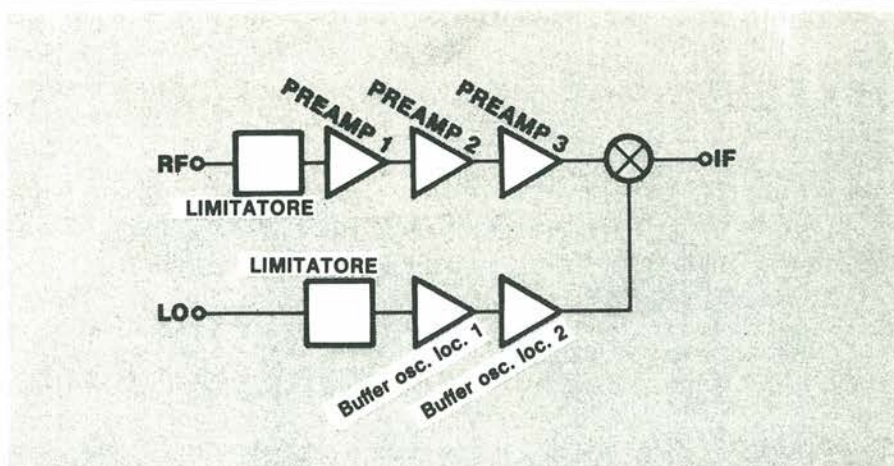

Figura 2. Schema funzionale a blocchi, che indica la disposizione fondamentale del progetto di un circuito integrato al GaAs.
Il circuito integrato del ricevitore (figura 1) ha le dimensioni di 1 x 1,65 mm e contiene i limitatori, tre stadi preamplificatori in radiofrequenza, un miscelatore a doppio bilanciamento e due stadi buffer per l'oscillatore locale (figura 2). L'integrato contiene anche i circuiti necessari per il limitatore, il controllo automatico di guadagno e le funzioni di polarizzazione (figura 3). La presenza di diodi limitatori a barriera di Schottky agli ingressi di alta frequenza (RF) e dell'oscillatore locale (LO) produce un effetto trascurabile sul costo complessivo del circuito integrato, mentre elimina la necessità di componenti esterni destinati al medesimo scopo. I circuiti limitatori rendono anche minimo lo scarto di circuiti integrati dovuto a scariche di elettricità statica durante i collaudi.
diafonia, poiché l'interazione tra i canali è principalmente di tipo capacitivo. Il cablaggio del commutatore di modo S11 dovrà essere modificato qualora venga collegato un buffer in serie ad uno o più ingressi. La figura 2 (a e b) mostra come dovrà essere eseguita questa modifica. Nel funzionamento "mono", le resistenze Ry ed Ry' fanno in modo che uno dei buffer non risulti caricato dalla bassa impedenza d'uscita dell'altro buffer. Queste resistenze verranno escluse durante il funzionamento "stereo" e "stereo invertito", altrimenti potrebbero aumentare l'impedenza di linea.